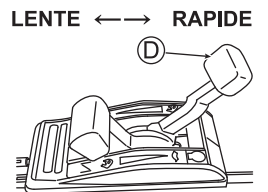

Fig. 20
5. Ajustez la vitesse de tonte avec le levier de changement de vitesse (D). (Voir Fig. 20)